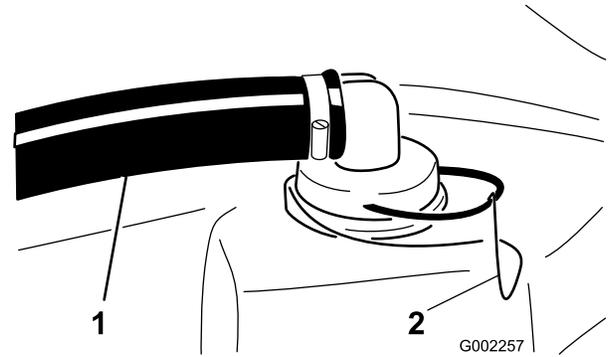

Figura 54
2. Retire el dispositivo de sujeción del dispositivo rojo sujeto a la manguera grande en la parte superior del depósito (Figura 54).
3. Desconecte la manguera del depósito (Figura 54).